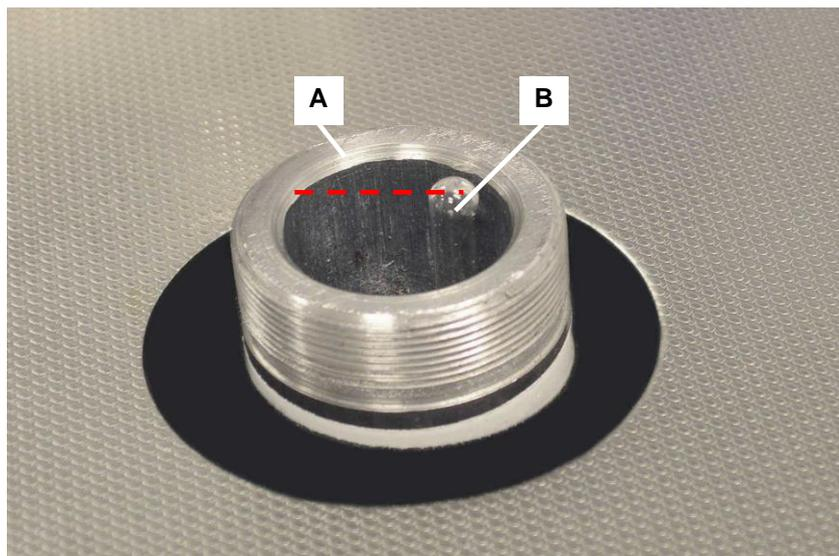

Bild 8.1.1. Einfüllrohr mit Glasschwimmer bei maximalem Füllstand
Der Reaktor ist maximal befüllt, wenn die Oberkante des Glasschwimmers auf gleicher Höhe ist wie der obere Rand des Einfüllrohres (*siehe Bild 8.1.1.B.*). Sobald der Glasschwimmer im Einfüllrohr (*siehe Bild 8.1.1.A.*) um mehr als 1 Zentimeter abgesunken ist, muss **destilliertes Wasser** nachgefüllt werden.
6. Setzen Sie dazu den Trichter (aus dem Lieferumfang) in das Einfüllrohr ein und füllen vorsichtig destilliertes Wasser nach, bis die Oberkante des Glasschwimmers auf gleicher Höhe wie die Oberkante des Einfüllrohres ist (*siehe Bild 8.1.1.B.*).